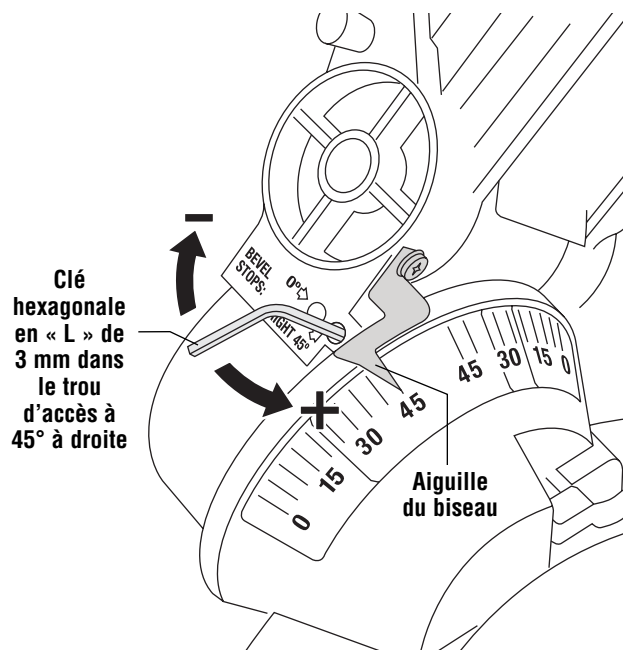

Figure 2. Réglage de la butée d'inclinaison à 45° à droite
4. Enfoncez la clé en « L » de 3 mm dans le trou à 45° à droite situé sur le bâti de support vertical (Figure 2).